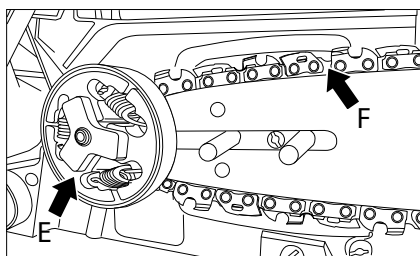

Rys. 6
4. Zamontuj prowadnicę w taki sposób, aby szczelina prowadnicy pokrywała się z obiema śrubami (C) (rys. 6).